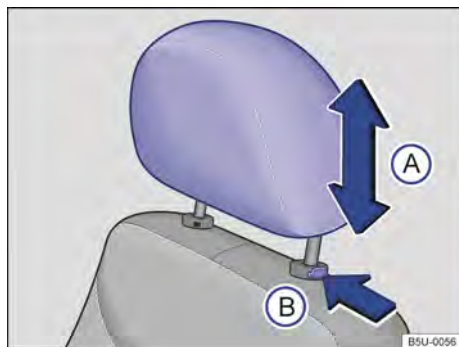

Fig. 62 Apoio para cabeça dianteiro: ajustar.
- Empurrar o apoio para cabeça para cima ou para baixo na direção da seta → Fig. 62 (A) → ⚠ em *Introdução ao tema* na página 72.